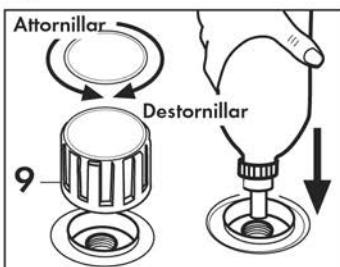

Fig. 3
Abrir manualmente el tapón de llenado de la caldera (9) presionando hacia abajo y contemporáneamente girándolo en el sentido inverso al de las agujas del reloj; volcar la botella en el agujero de la caldera, vaciar el agua al interior de la misma; para hacer esto hay que remover el dispositivo de seguridad presionando el tapón de la botella hacia el agujero de llenado de la caldera. Sucesivamente, cuando la caldera está llena de agua, enroscar otra vez el tapón (9) girándolo en el sentido de las agujas del reloj, asegurándose de que esté bien apretado. **(Fig. 3)**